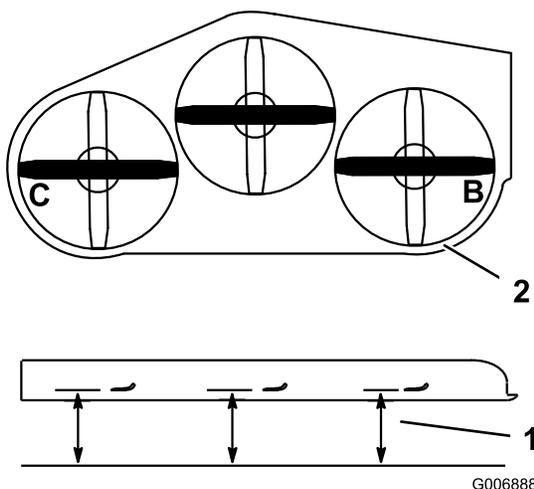

Рисунок 74
2. Измерьте высоту в точках **В** и **С** от горизонтальной поверхности до режущих кромок на концах ножей (Рисунок 74).